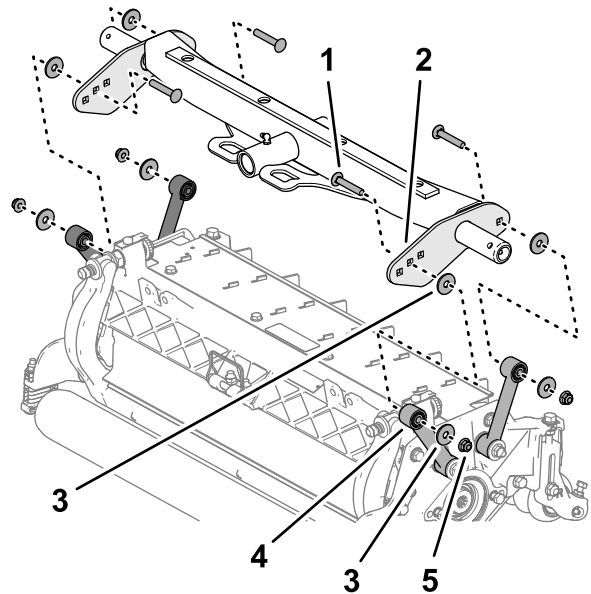

Figura 18
2. Alinee una arandela entre la placa de tiro y el tirante (**Figura 18**), y monte provisionalmente las placas y el espaciador con un perno de cuello cuadrado ($\frac{3}{8}$ " x $2\frac{1}{4}$ "), una arandela y una contratuerca con arandela prensada ($\frac{3}{8}$ ").